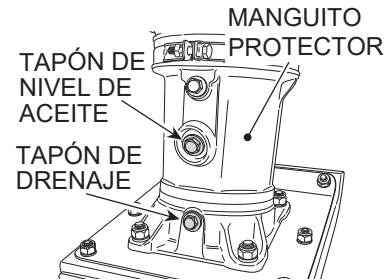

Figura 18. Cambio de aceite
- Quite el tapón de drenaje de aceite de la caja del pie (Figura 18) y drene el aceite. Rellene de aproximadamente 0.85 cuartos de galón (0.75 litros) de aceite de motor 10W-30 SE, SF o mayor grado. Compruebe el indicador de aceite en el manguito protector de lado derecho si el aceite está a un nivel especificado.